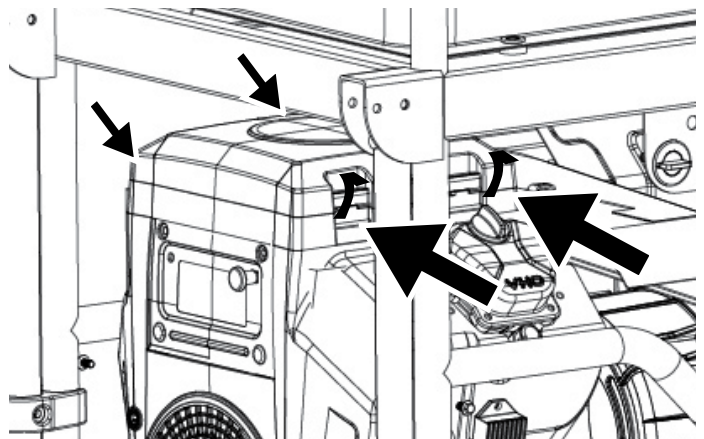

Figura 17 - Quite la tapa del filtro de aire
3. Localice la cubierta del filtro de aire en la parte superior del motor. Suelte los 4 clips de los lados de la cubierta del filtro de aire (Figura 17).